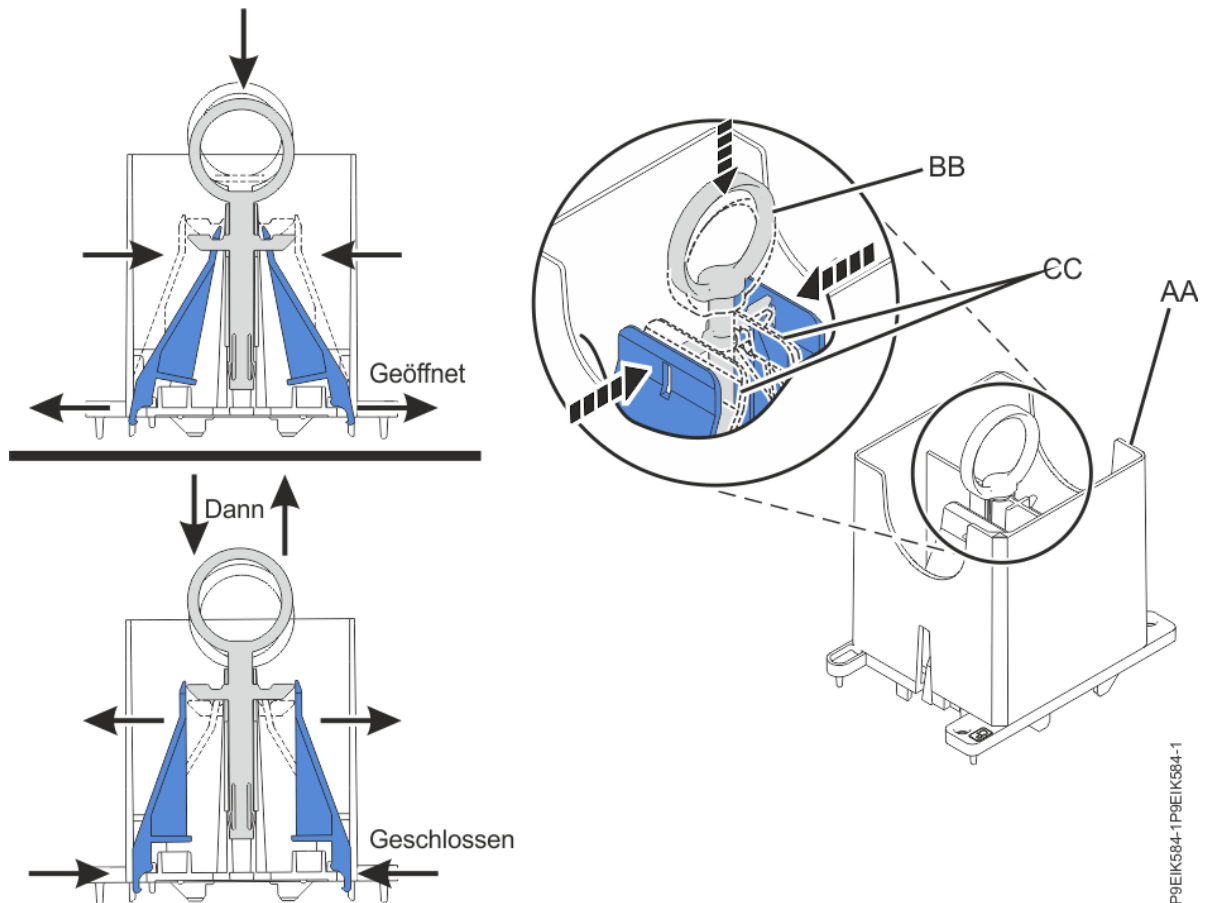

Abbildung 15. Sicherstellen, dass das Ausbauwerkzeug in der geöffneten Position ist
- a) Stellen Sie sicher, dass das Ausbauwerkzeug **(A)** in der geöffneten Position ist (siehe Abbildung 15 auf Seite 18). Der mittlere Ring **(B)** muss nach unten gedrückt werden und die blauen Hebel **(C)** müssen nach innen gedreht werden.